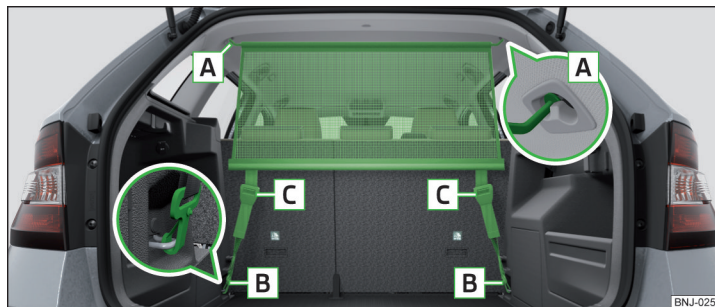

Abb. 98 Netztrennwand hinter den Rücksitzen
- Die Querstange in die Aufnahme **A** » Abb. 98 erst auf der einen Seite einsetzen und nach vorn drücken. Auf gleiche Weise die Querstange auf der anderen Fahrzeugseite in die Aufnahme **A** einsetzen.